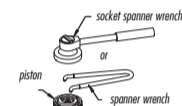
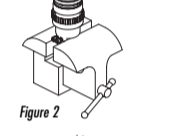

Figure 2
Figure 3
4. Clamp the piston shaft eyelet in the vice, and use a spanner wrench or socket wrench to unscrew and remove the piston (Figure 2). Be careful not to lose the compression cylinder and compression shim (Figure 3).
5. Now remove the seal bushing from the piston shaft by sliding it off the open end of the shaft (Figure 3). The lock ring can also be removed and the rod wiper can be replaced (Figure 4).
4. Spannen Sie die Öse der Kolbenstange in den Schraubstock ein. Lösen Sie den Kolben mit dem Stiftschlüssel oder einem speziellen Steckschlüssel (erhältlich von Cane Creek) und bauen Sie den Kolben aus (Abb. 2). Achten Sie darauf, daß Sie den Druckstufen-Zylinder und die Druckstufen-Unterlegscheibe nicht verlieren (Abb. 3).
5. Entfernen Sie jetzt die Dichtungshülse von der Kolbenstange, indem Sie sie vom offenliegenden Ende der Kolbenstange schieben (Abb. 3). Sie können jetzt den Konterring ebenfalls ausbauen, und die Dichtung an der Stange austauschen (Abb. 4).